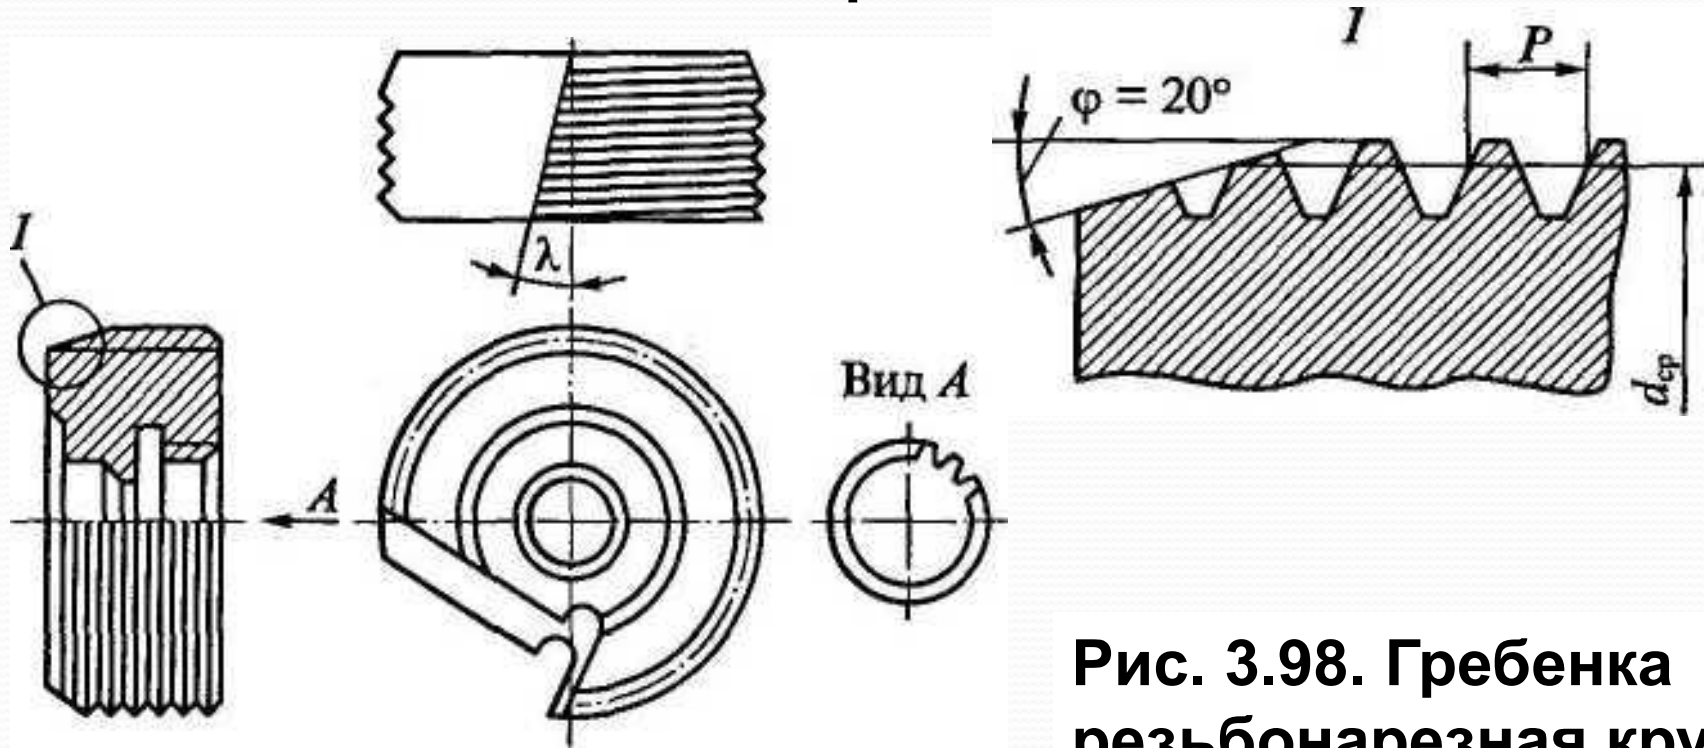

**Рис. 3.97. Клубп для нарезания трубных резьб: 1 - корпус; 2 - рукоятки; 3 – червячная передача; 4 - рукоятка перемещения плашки; 5 - плашка**
**Инструмент и процесс нарезания наружных трубных резьб (рис. 3.97).**